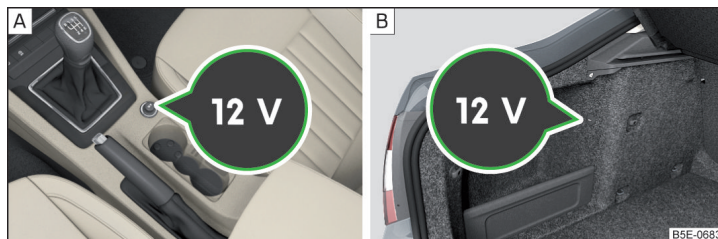

Fig. 112 Cubierto del enchufe de 12 voltios: en la consola central delantera / en el maletero
- Para el uso, retirar la tapa del enchufe » fig. 112 - [A] o abrir la tapa del enchufe » fig. 112 - [B].